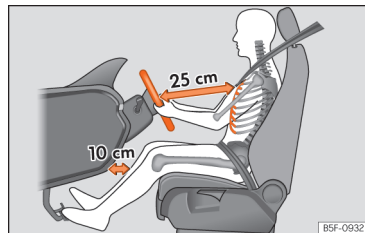

Abb. 18 Der richtige Abstand des Fahrers zum Lenkrad muss mindestens 25 cm (10 inch) betragen.
- Lenkrad so einstellen, dass der Abstand zwischen Lenkrad und Brustbein mindestens 25 cm (10 Zoll) beträgt »» (Abb. 18) und das Lenkrad mit beiden Händen und leicht gebeugten Armen seitlich am äußeren Rand festgehalten werden kann.